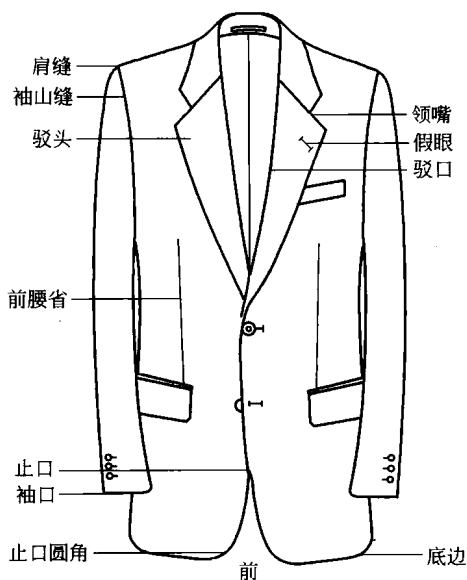
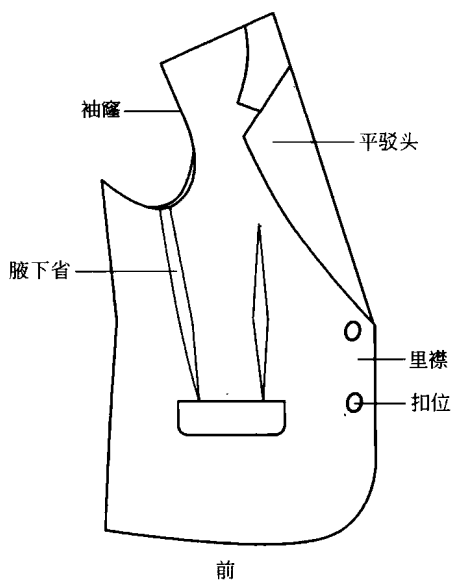
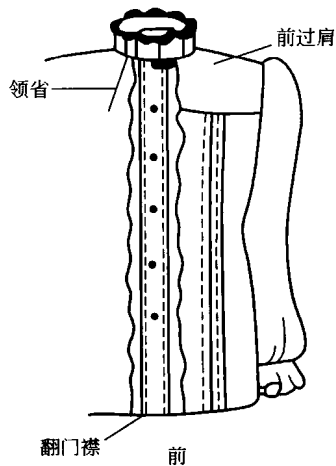

图 1-4
图 1-5
图 1-6
1. 上装前身的部位名称 (见图 1-4、图 1-5、图 1-6 所示)
① 肩缝：在肩膀处，前后衣片缝合的部位。